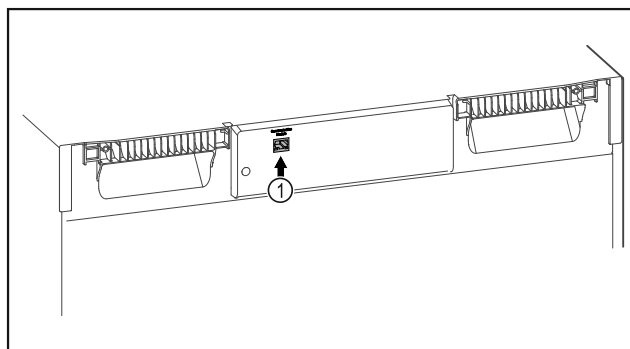

Fig. 138
- SmartModule Fig. 138 (1) è inserito.